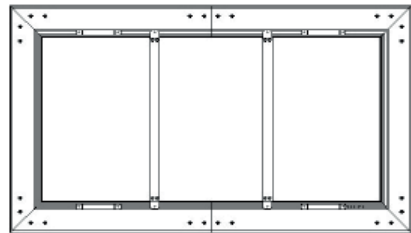

Afb. 8
8. **LET OP:** Deze stap is alleen nodig als steunbalk (L) is meegeleverd. Anders kunt u doorgaan met de volgende stap.
Lijn de glijdraden (G) en steunbalken conf. afb. 8 afhankelijk van het aantal bijgevoegde steunbalken (L) als volgt uit: